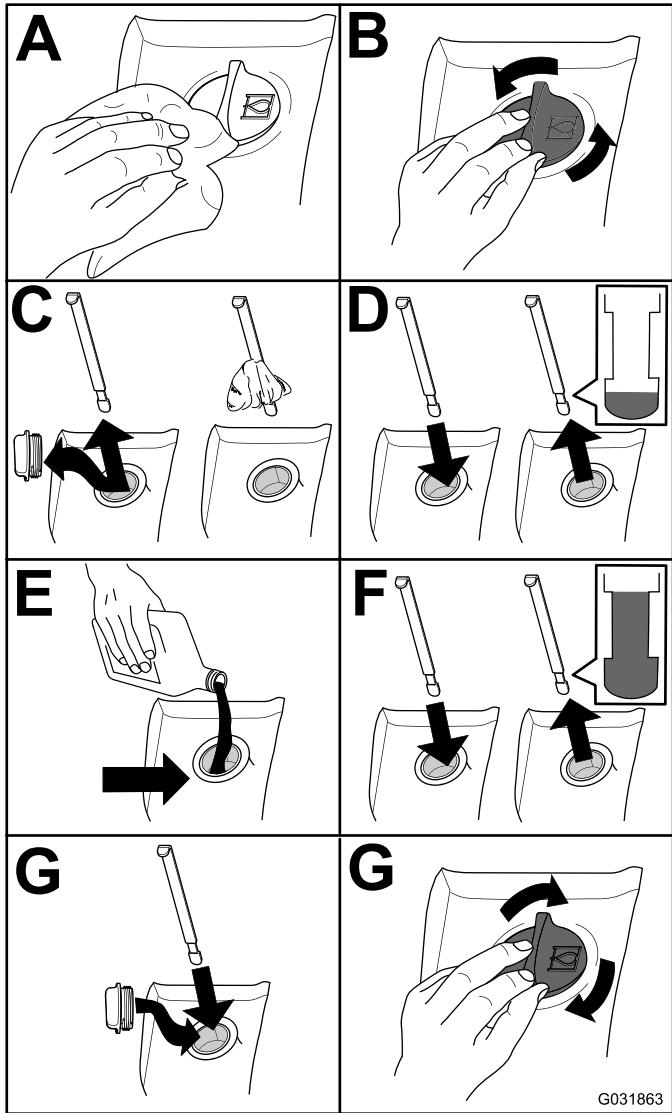

Figura 94
2. Controllare il livello del fluido idraulico (Figura 94).